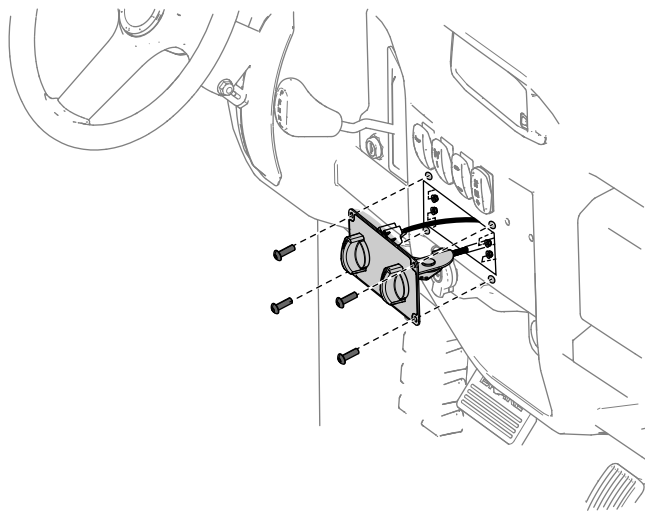

図 10
11. 制御ケーブル、水バルブ、ワイヤハーネスの配設を行い、制御パネルアセンブリをダッシュボードに固定するボタンヘッドボルト5/8"4本とロックナット#10-244個を使用する 図 10を参照。ボルトを 26 3 N·m 2.65 kg·m = 30 in·lb にトルク締めする。